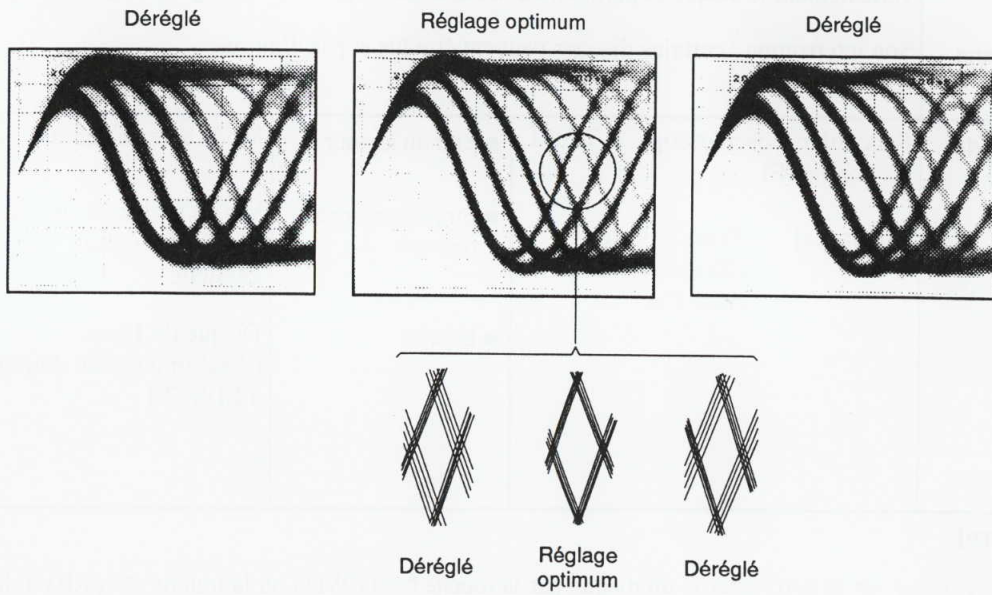

Figure 5 Motif en oeil
- Ensuite, ajuster la vis d'inclinaison tangentielle six pans droite (L- forme, dimension:1,5mm), de façon que le motif en oeil (c'est-à-dire, le diamant au centre du signal RF) soit le plus clairement visible (Figure 5).